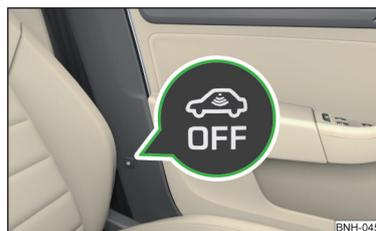

Fig. 35
- » fig. 35, le symbole  s'allume dans le bouton.